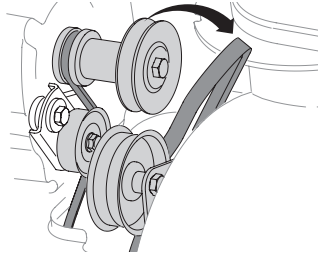

Figure 87
3. Faites glisser la courroie des tarières de la poulie du moteur. Voir Figure 87.